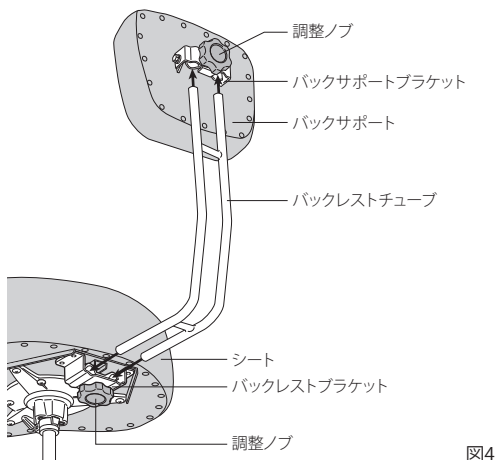

図4
1. バックレストブラケットの調整ノブをゆるめてバックレストチューブを差し込みます(図.4)。
3. バックサポートブラケットの調整ノブをゆるめてバックサポートを差し込みます(図.4)。